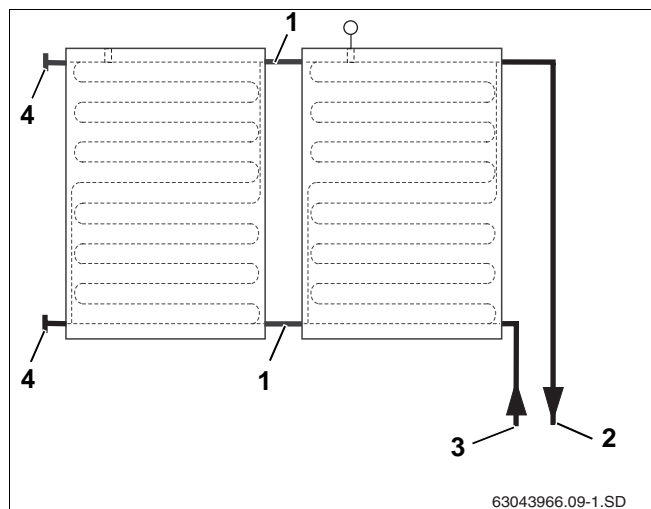
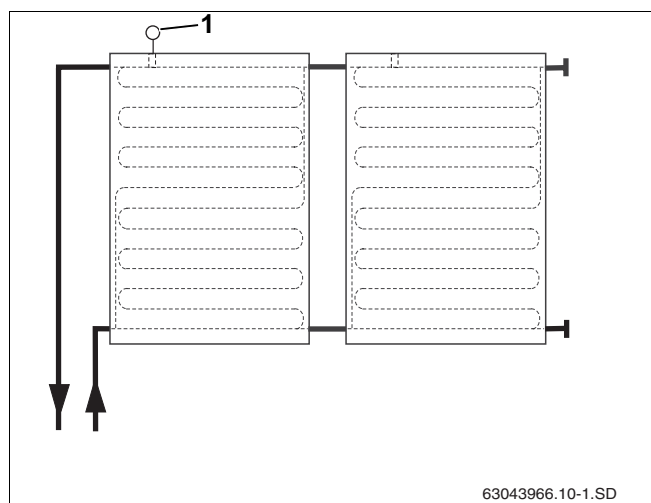

Bild 39 Anslutning på samma sida till höger, upp till max. 5 solpaneler
Bild 40 Anslutning på samma sida till vänster, upp till max. 5 solpaneler
Solpanelerna måste monteras så att givargenomföringarna för temperaturgivarens hållare (bild 40, pos. 1) ligger upptill.
De hydrauliska anslutningsledningarna kan anslutas till höger (fig. 39) eller vänster (fig. 40). I den här handledningen visas anslutningsledningarna som är anslutna till höger.
Anslutning av inkommande/avgående värmebärare kan göras på samma sida på en solpanelsgrupp som max. består av 5 solpaneler (bild 39 och bild 40).